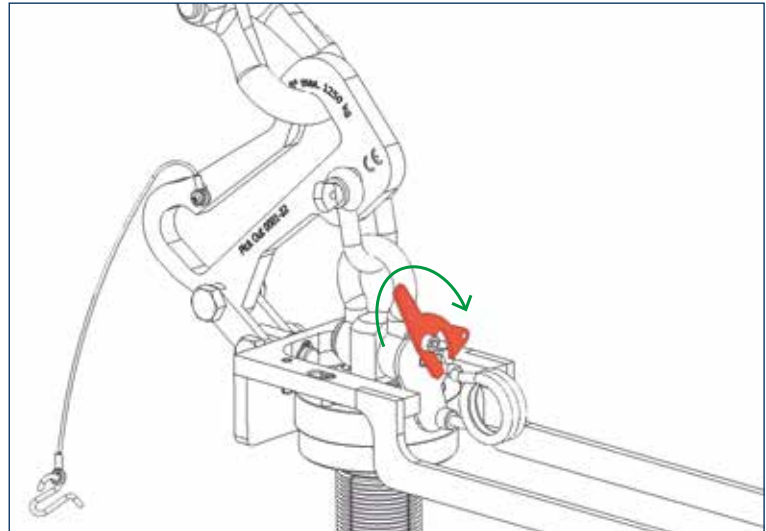
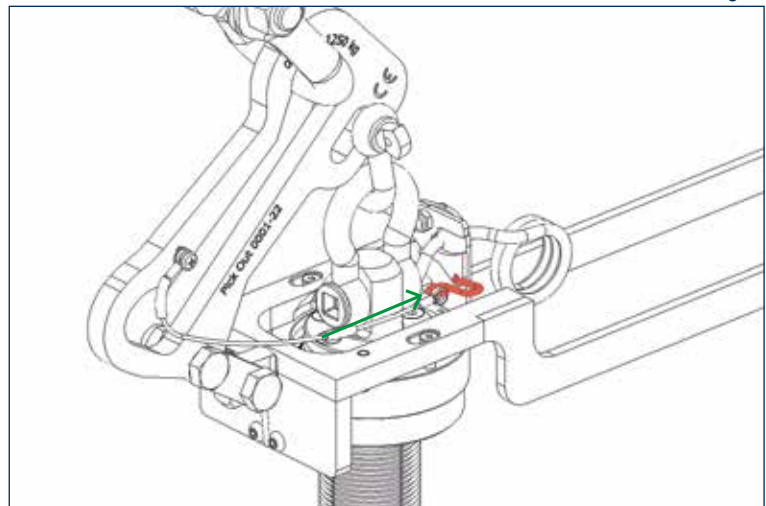

Fig. 3
Fig. 4
- e) Før hver løfting må fjærsperran være aktivert. Betjen spaken iht. fig. 3 i den foreskrevne retningen, og sett i sperresplinten. Pass da på at den store sjakkelen befinner seg i området til løfteposisjonen.
Før hver løfting må fjærsperren være aktivert. Betjen spaken iht. fig. 3 i den foreskrevne retningen, og sett i sperresplinten iht. fig. 4. Pass da på at den store sjakkelen befinner seg i området til løfteposisjonen.